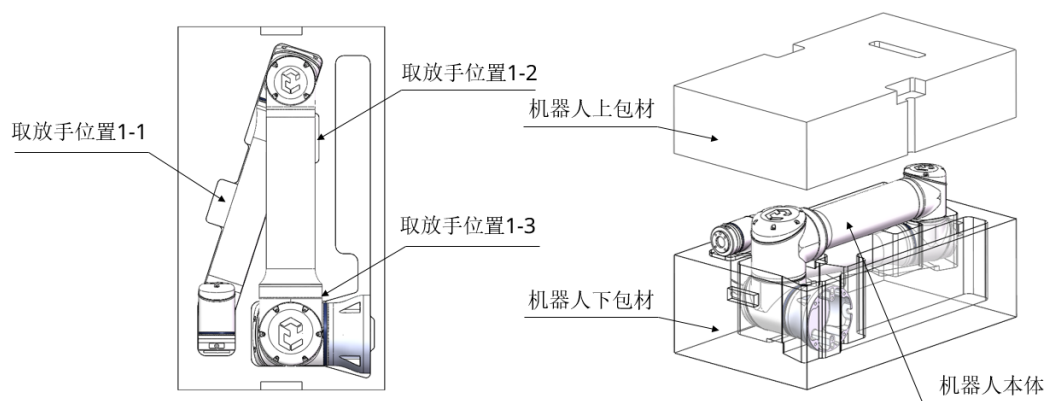

图 6-1: 机器人打包图
- CS612A 机器人的打包姿态角度是：(A1: 180°, A2: -180°, A3: 252°, A4: 0°, A5: 15°, A6: 0°)，如图 6-1所示；